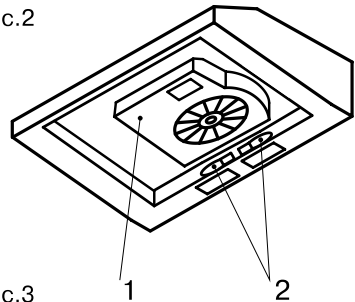

Рис.3
3. Заслонка для изменения режимов работы вытяжки (см. рис. 3). Заслонка снята - вытяжка работает в режиме отвода воздуха в вентиляционную шахту; заслонка вставлена - вытяжка работает в режиме рециркуляции. Описание режимов смотри ниже. В поставляемые части входят:
Если вытяжка крепится на стену, то, как правило, она используется для работы в режиме рециркуляции. В этом случае на нее следует установить угольный фильтр, вставить заслонку, показанную на рис. 3, в предназначенное для нее отверстие на коробе мотора и закрыть выходное отверстие сверху вытяжки заглушкой, представленной на рис. 3.2.
Если вытяжка будет работать в режиме рециркуляции, то разметку для отверстия под гибкий воздуховод делать не следует. Установите на вытяжку угольный фильтр, вставьте заслонку, показанную на рис. 3, в предназначенное для нее отверстие на коробе мотора и закройте выходное отверстие сверху вытяжки заглушкой, представленной на рис. 3.2. Наметьте точки под крепежные винты, просверлите отверстия и закрепите вытяжку на шкафчике.